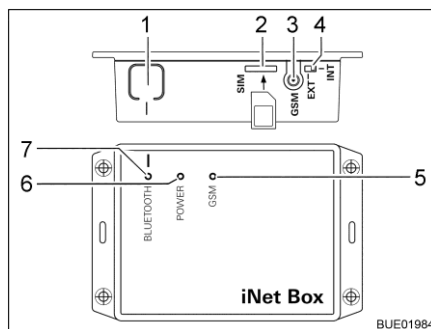

Fig. 227 Truma iNet-Box
- Appuyer sur la touche BLUETOOTH (Fig. 227,1) sur l'iNet-Box pendant 1 seconde. La Truma iNet-Box est visible pendant env. 2 minutes dans le terminal mobile (nom : "Truma iNet-Box"). Durant ce laps de temps, la DEL BLUETOOTH (Fig. 227,7) clignote.
- Introduire la mini-carte SIM qui a son propre numéro de téléphone et un crédit suffisant avec précaution comme illustré dans l'emplacement (Fig. 227,2) de la Truma iNet-Box jusqu'à ce qu'elle s'enclenche. La DEL rouge GSM (Fig. 227,5) doit clignoter en permanence. Si la DEL rouge s'éteint au bout de 20 secondes : contrôler la mini-carte SIM.